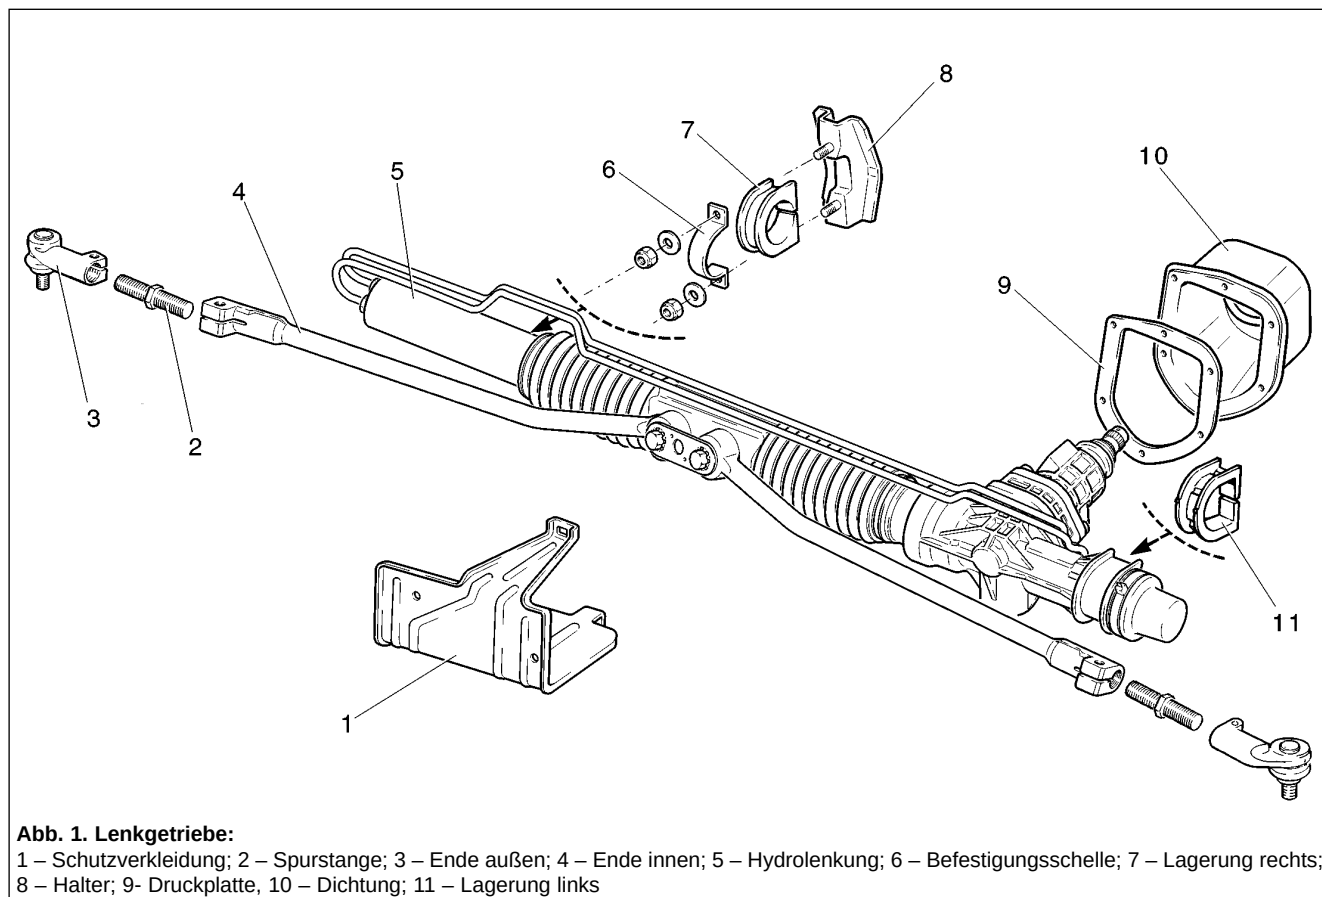

Abb. 1. Lenkgetriebe:
Eine Schraube und drei Mutter 1 (s. Bild 1) seitens des Motorraums lösen.
Zur Demontage der Luftleitungen und Heizgerät-Steuerelemente (s. Bild 1) das Armaturenbrett ausbauen (s. Kapitel «Armaturenbrett»). Die wichtigsten Luftleitungen bilden eine Einheit im Armaturenbrettgestell. Zum Ausbau der Fußraum-Luftleitung Be-
festigungsschrauben lösen und Luftleitungen für den Innenraum sowie die Verkleidung der Mittelkonsole abnehmen. Die Befestigungsschrauben der Luftleitung lösen und sie vom Luftverteiler 3 (s. Bild 1) trennen, indem man vorher die Sperrklammer im Oberteil löst. Zum Ausbau des Zentralsäugers und der Seitensäuger, die mit Sperrklammern befestigt sind, die Sperrklammern erst von einer Seite abklemmen und das Gehäuse bzw. die Düse von dieser Seite etwas herausziehen, dann das Ganze an anderer Seite ausführen.
Auf dem Bild 1 ist das Lenkgetriebe mit den Befestigungselementen, auf dem Bild 2 die Zahnstangen-Hydrolenkung und auf dem Bild 3 die Hauptbestandteile des Lenkgetriebes dargestellt.
Das Lenkgetriebe 5 (siehe Abb. 1) mit den Spurstangen komplett wird im Motorraum an den Halterungen der Frontwand mittels Schellen 6 befestigt. Die Befestigung erfolgt über Gummilagerungen 7 bzw. 11 mit Muttern an angeschweißten Bolzen.
- Muttern lösen und Schutzverkleidung 1 abnehmen (Abb.1);
- um leichtere Montage der Schellen 6 (Abb. 1) zur Befestigung des Lenkgetriebes zu gewährleisten, sind die Gummilagerungen 7 bzw. 11 mit Seifenlösung zu benetzen;